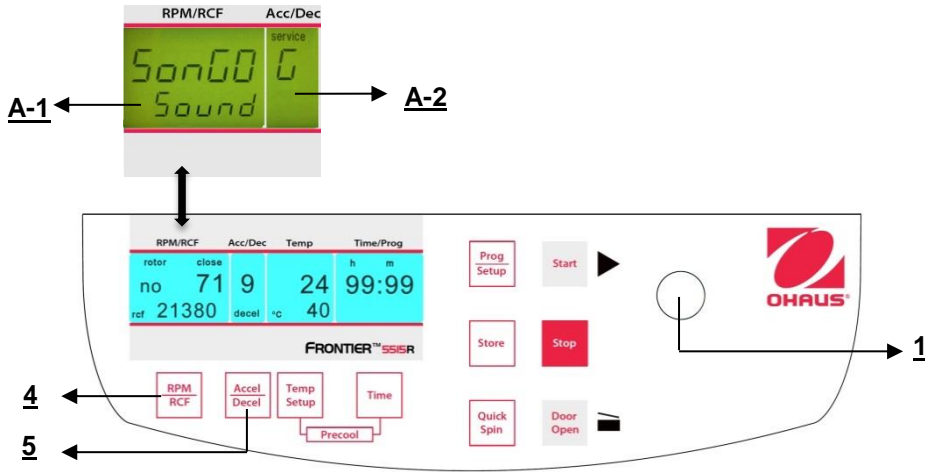

Figura 35
Procedere come descritto al punto 4.1.2 per inserire questa modalità programma e poi premere il tasto "Accel/Decel" (5). Sul display "Acc/Dec" (A-2) lampeggia la parola "Service". Selezionare adesso la lettera "G" con la manopola di regolazione (1). Di conseguenza, sul display "RPM | RCF" (A-1), appare la parola "VsonGo/Sound". Dopo aver premuto il tasto "RPM | RCF" (4), è possibile selezionare una suoneria con la manopola di regolazione(1). (Vedere figura 35)